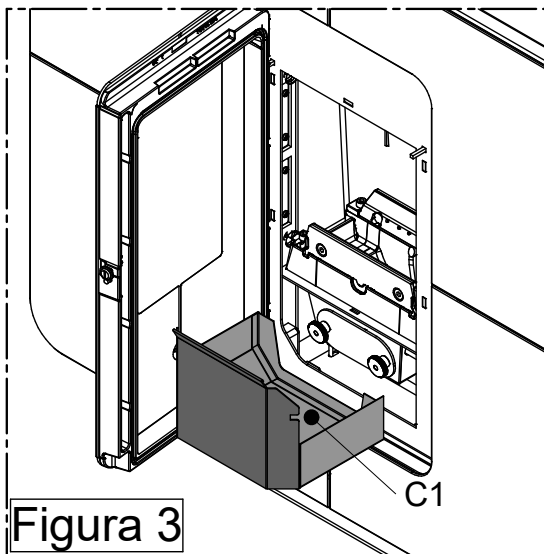

Figura 3
- Extraiga la ceniza del cajón **C1** (figura 3).